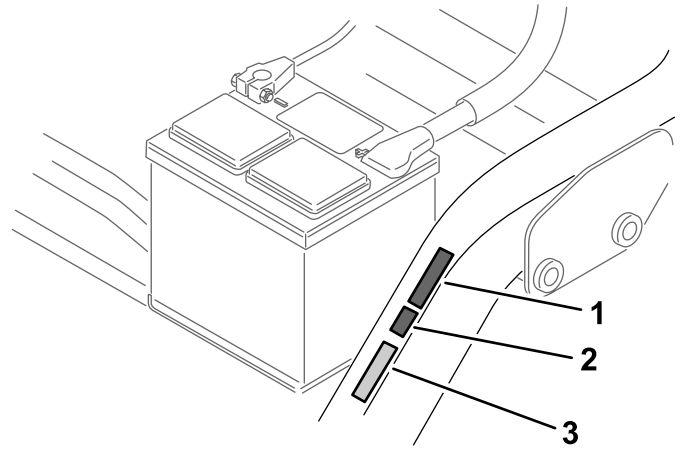

Figura 14
- Aplicai autocolantul cu marcaj CE lângă plăcua cu numărul de serie (Figura 14).
- Aplicai autocolantul CE cu anul de fabricaie lângă eticheta cu marcaj CE (Figura 14).